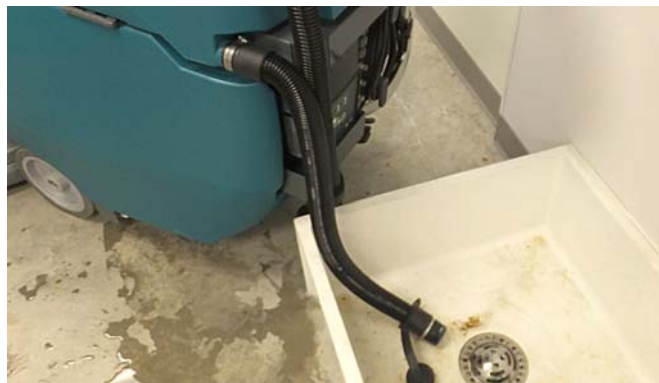

ABB. 45
2. Halten Sie bei Modellen mit Ablassschlauchverschluss den Schlauch nach oben, entfernen Sie den Verschluss und senken Sie den Schlauch langsam ab, um ihn zu entleeren. Senken Sie bei Modellen mit Ablassschlauch mit Durchflussregelventil den Schlauch ab und öffnen Sie zum Entleeren langsam das Ventil (Abbildung 45).